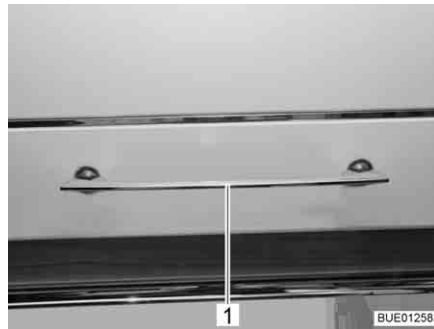

Bild 71 Möbelklappe mit Entriegelungsgriff
- Entriegelungsgriff (Bild 71,1) nach unten drücken und gedrückt halten.